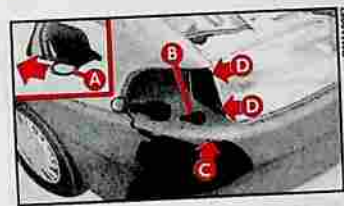

fig. 20
- 1) Décrocher le ressort **A**-fig. 20 en agissant dans le sens indiqué par la flèche.